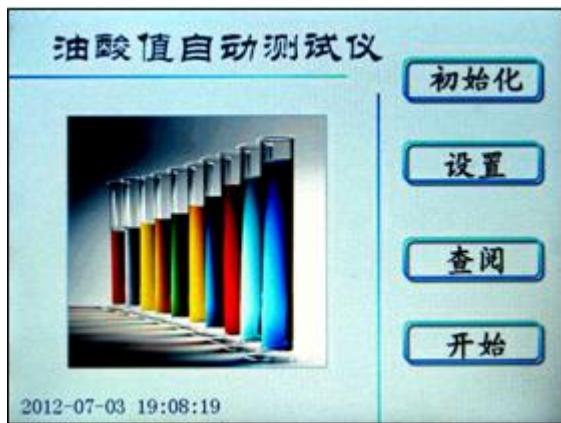
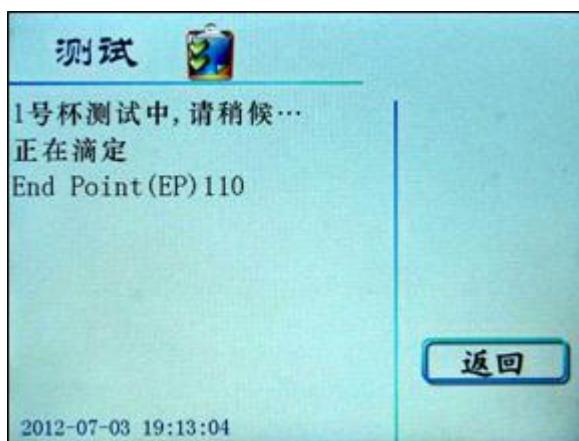
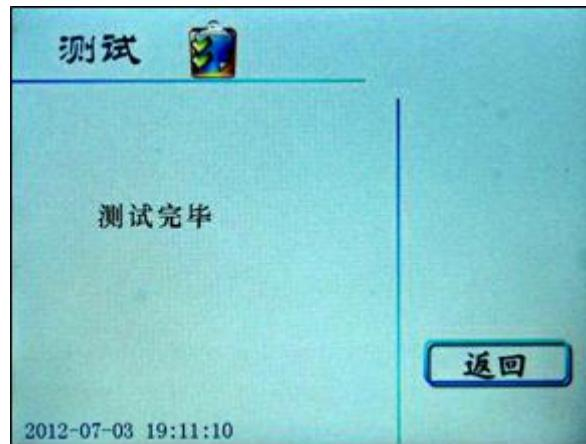

图 4 开机页面
图 14 测试页面
图 15 测试页面
1. 插接电源线，打开电源开关，液晶屏显示开机页面（图 4）
2. 在图 4 所示页面下，按 **初始化** 键进入下一级页面（图 5）；
9. 在正式的样品测定前，应将洁净的样品油杯水平放置在相应的杯位孔内，在每个测定油杯中准确平行注入待测样品油 10.0mL(或在油杯中称量待测样品油 8.3~8.5g，并将油杯归位)，加入一只搅拌磁棒，盖上样品测定暗室盖。在开机页面（图 4）按 **开始** 键进行测定，同时显示屏显示测试页面，屏幕在不同测试阶段分别显示“X 号杯测试中，请稍后……”、“正在滴定”，测定完成后还会显示“滴定终点 (EP) 值”（图 14）及“测试完毕”（图 15）等字样。
10. 测定完成后，本机自动保存 35 组数据。操作人员如果想查阅，请按返回键进入开机页面（图 4），点击查阅键进入查阅页面（图 16），点击上一页或下一页键可查看编号 01~35 号组数据，点击打印键可以通过打印机输出所需数据。